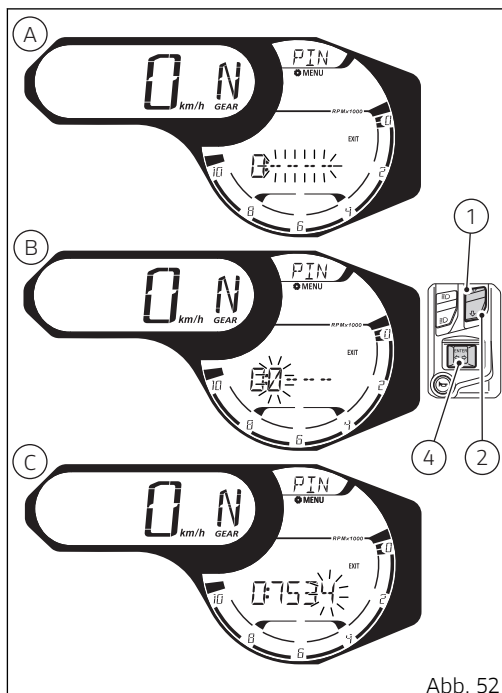

Abb. 52
Wird die Taste (4) zur Bestätigung der vierten und letzten Zahl (C, Abb. 52) gedrückt, wird sich das Cockpit wie folgt verhalten:
- erweist sich der PIN Code als falsch, wird im Cockpit 2 Sekunden lang die Angabe „ERROR“ blinkend angezeigt. Nach Ablauf der 2 Sekunden wird die Angabe „EXIT“ (blinkende Umrandung) markiert, dann kann durch Drücken der Taste (4) die Funktion „PIN CODE ändern“ verlassen werden. Andernfalls kann der alte Code (A, Abb. 52) über die Tasten (1) und (2) gewählt und erneut eingegeben werden; (Abb. 52)